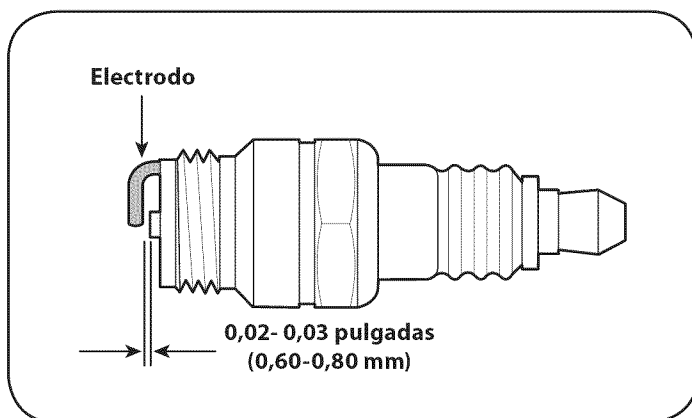

Figura 19
3. Mida la separación de bujía con un calibre. Corrija de ser necesario torciendo el electrodo lateral. Vea la Figura 19. La separación debe establecerse entre 0,02 y 0,03 pulgadas (0,60-0,80 mm).